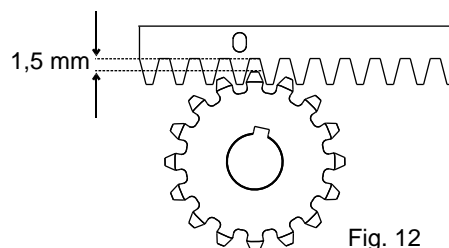

Fig. 12
6.6. tutta la cremagliera va alzata di 1,5 mm per evitare che il peso del cancello gravi sul pignone (Fig. 12), Attenzione: mantenere un gioco di almeno 0,5 mm tra dente pignone e dente cremagliera;